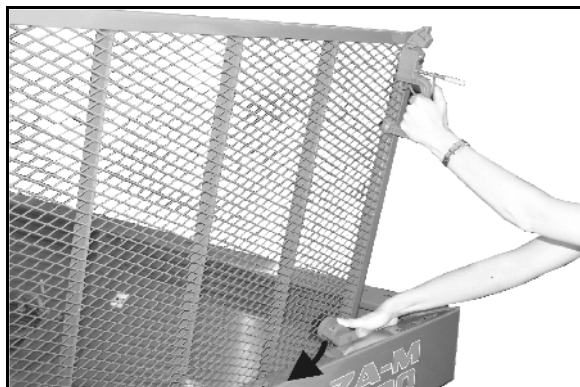

Fig. 18
- Fell opp beskyttelsesgitteret til sperren på kanten av beholderen går i spor (Fig. 18).
- Før beskyttelsesgitteret lukkes, må du trykke ned sperren (Fig. 18).